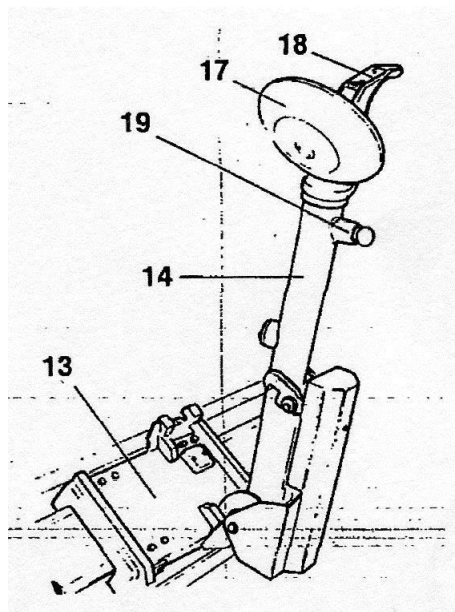

Рисунок 6 Инструмент монтажа
4.2.6 Инструмент монтажа (см. Рисунок 6) является инструментом бортирования и разбортирования колес. Он представляет собой сварную конструкцию, состоящую из несущей консоли 14 (для установки в кронштейн каретки 13), диска 17 и съемника 18. На консоли имеется рукоятка регулировки давления 19.